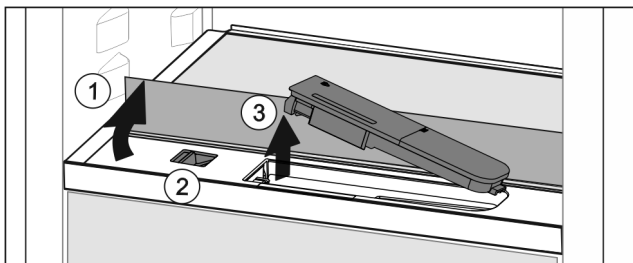

Fig. 114
- ▶ Поднять стеклянную панель и откинуть до упора назад Fig. 114 (1).
- ▶ Сдвиньте ползунок Fig. 114 (2) влево.
- ▶ Вынуть бак для воды Fig. 114 (3).